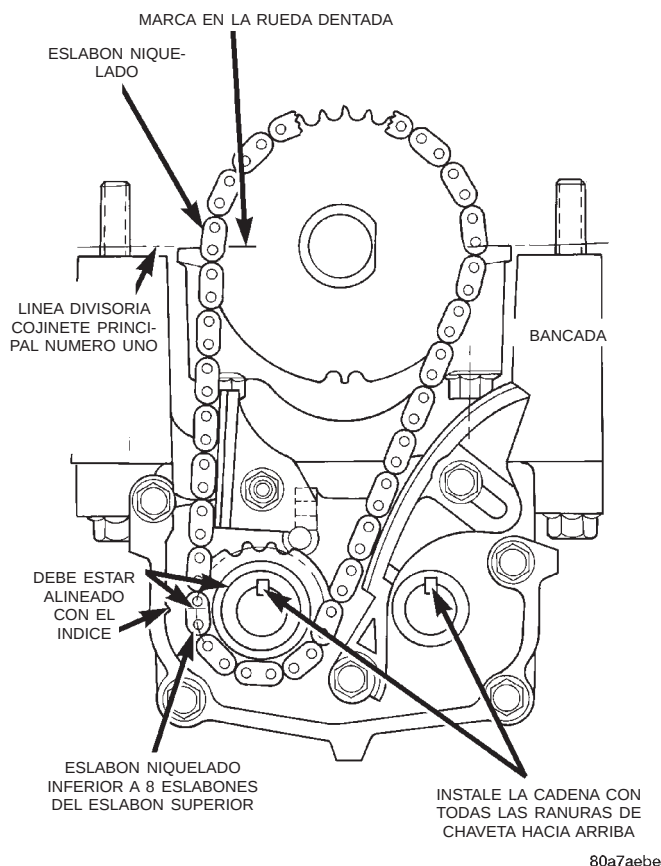

Fig. 46 Sincronización del eje regulador
(PMS). La marcas de reglaje en la rueda de cadena deberían estar alineadas con la línea divisoria en el lado izquierdo de la tapa de cojinete principal nº1 (Fig. 46).
(6) Coloque la cadena sobre la rueda dentada del cigüeñal de manera que el eslabón niquelado de la cadena quede sobre la marca de reglaje del cilindro nº1 en la rueda dentada del cigüeñal (Fig. 46).
(7) Coloque la rueda dentada del eje regulador en la cadena de distribución (Fig. 46) de manera que la marca de reglaje de la rueda dentada (punto amarillo) engrane con el eslabón niquelado (inferior) de la cadena.
(8) Con las ranuras de chaveta del eje regulador hacia arriba en la posición horaria de las 12, deslice la rueda dentada del eje regulador hacia la punta del eje regulador. Tal vez sea necesario empujar ligeramente el eje regulador apenas hacia adentro para proporcionar luz.